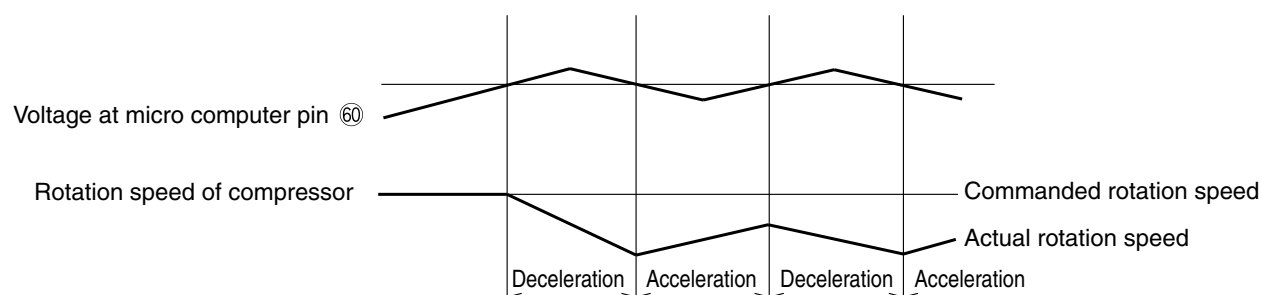

Fig. 7-7
① Circuit de jugement extérieur de la surcharge
- Le filtre, constitué du R245 et C217, élimine les fréquences harmoniques élevées de la tension générée par le courant provenant de la résistance de détection ; R245 et C217 égalisent la tension. Cette tension est ensuite émise en entrée vers la broche IC4 ⑤ et envoyée à la broche du microprocesseur ⑥①. Le microprocesseur compare cette entrée avec la valeur définie et, si l'entrée dépasse la valeur définie, il passe en état de contrôle de surcharge.
- La Fig. 7-7 représente le contrôle de vitesse de rotation. Lorsque la tension à la broche ⑥① du microprocesseur dépasse la valeur définie, le microprocesseur réduit la vitesse de rotation du compresseur, ainsi que la charge.